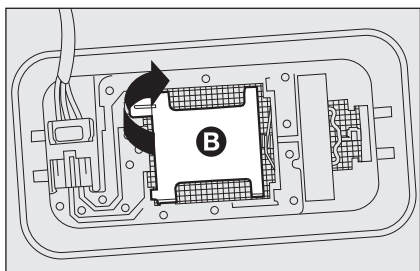

fig. 26
- deschideți capacul **B-fig. 26** după cum este indicat;